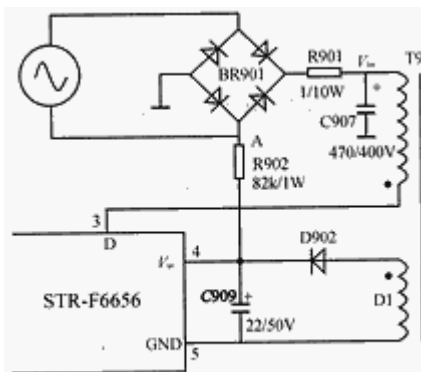
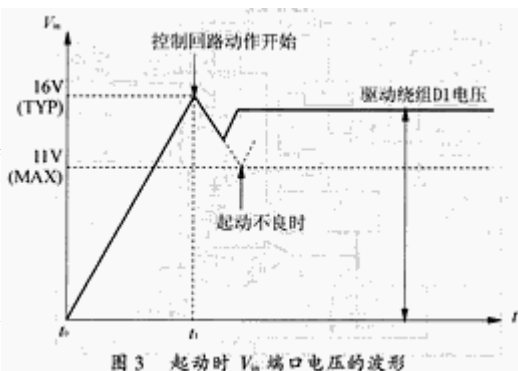

图2 起动电路
图3 起动时 V_{in} 端口电压的波形
当AC电源在 t_0 加入时,由图2可知,在半个周期内,A点对地峰值电压 $V_A \approx V_d$ (整流电压), V_A 经过R803、R804向C808充电,使IC脚④上电压 V_{in} 近似线性上升(见图3)。当 V_{in} 上升到阈值电压 $V_{in(ON)}=16V$ 时,IC内的控制电路开始起动, V_{in} 端口上的输入电流 I_{in} 由 $100\mu A$ 突升到 $30mA$,电容C808来不及供电而使 V_{in} 下降。如果此时由驱动绕组D1所提供的DC电压足够的话, V_{in} 将不致于掉到欠压阈值 $11V$ 以下,则IC继续工作起动成功。驱动绕组D1的圈数须保证经整流后在C808上电压超过 $11V$,同时又要低于 $20.5V$ 。因为 V_{in} 大于 $20.5V$ 则过压保护电路起作用, V_{in} 小于 $10V$ 时则欠压保护电路起作用。一般 V_{in} 取 $18V$ 是较合适的。